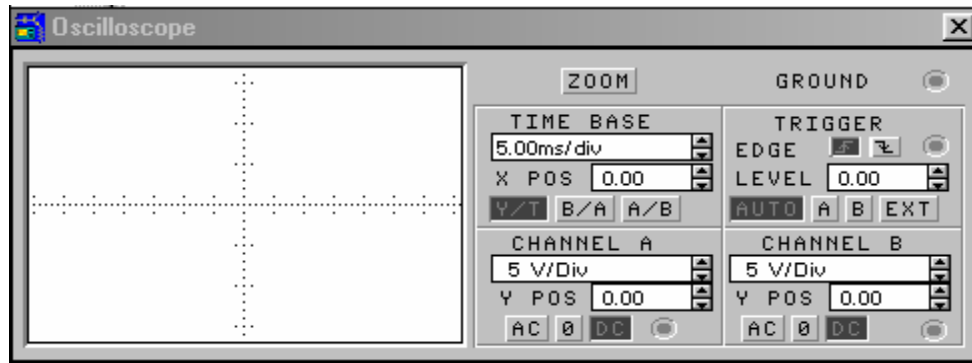

Рисунок 5
- двічі клацнути лівою кнопкою миші. На збільшеному зображенні осцилографа (рис. 5) розміщено чотири поля керування.